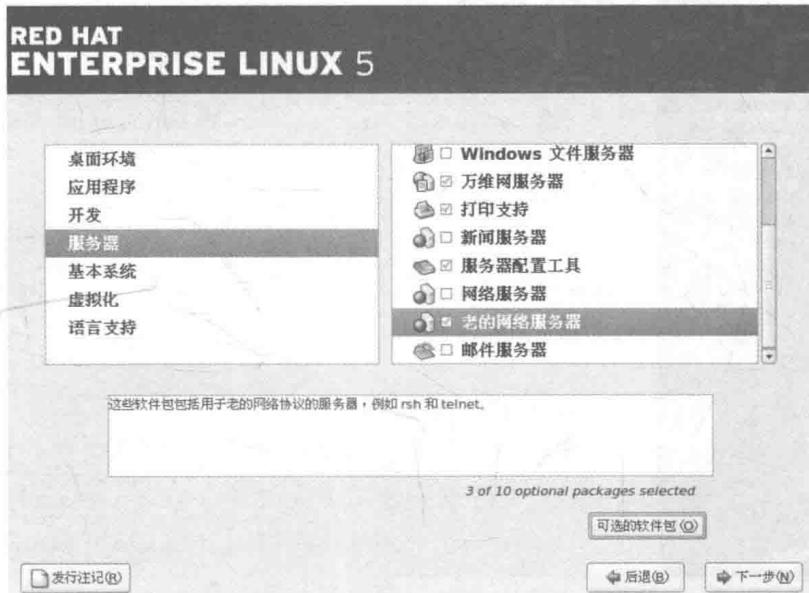

图 4-30 老网络服务器选择界面
(21) 同时将“服务器”类的二级菜单“老的网络服务器”前面对勾打上并进一步选择，如图 4-30 所示。